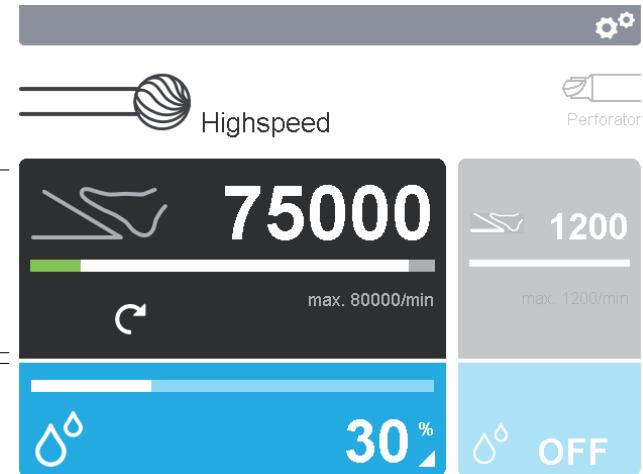

Рис. 5 Включение панелей управления
- Изменение параметров настройки рабочего элемента: Включить панель управления рабочим элементом **b** на дисплее 2, см. Рис. 5.